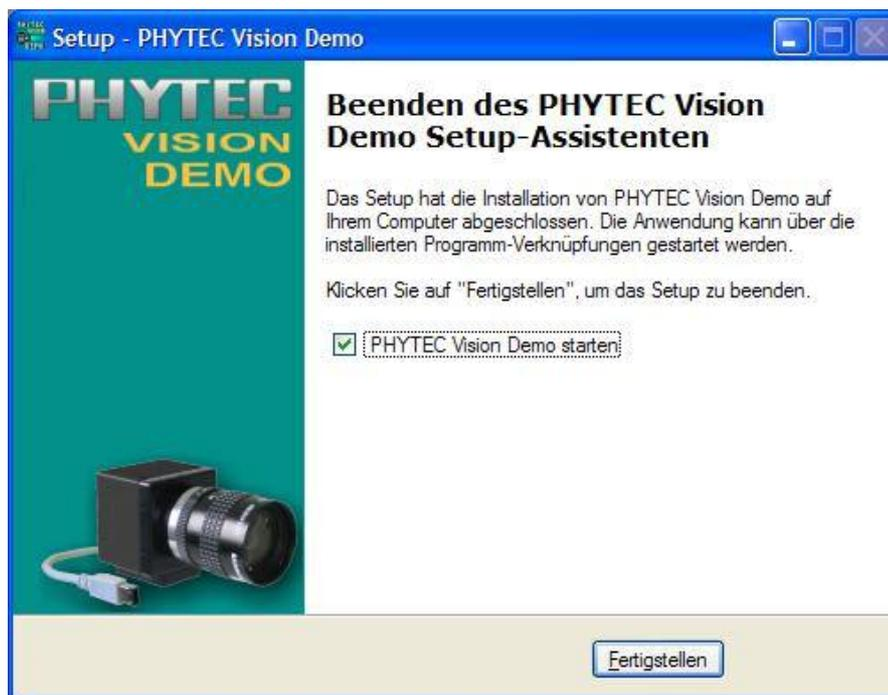

Bild 19: Installation beendet, Schritt 4
- Nach erfolgreichem Abschluss der Installation beenden Sie den Vorgang mit „Fertigstellen“, siehe Bild 19.